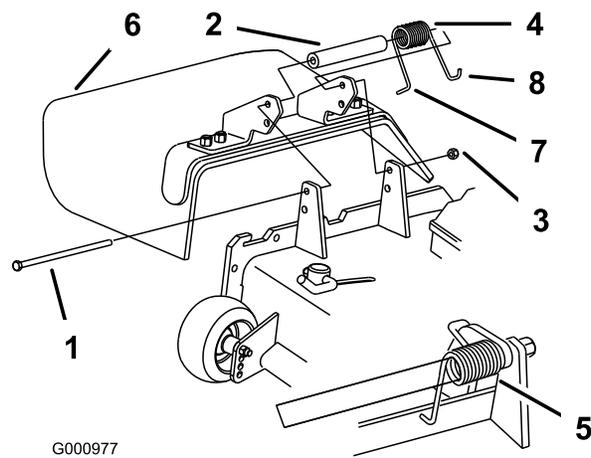

Figure 37
1. Retirez le contre-écrou, le boulon, le ressort et l'entretoise qui fixent le déflecteur aux supports de pivot (Figure 37). Déposez le déflecteur d'herbe s'il est endommagé ou usé.
Remarque: Prenez soin de placer l'extrémité en L du ressort derrière le bord de l'unité de coupe avant de mettre le boulon en place, comme montré à la Figure 37.
3. Remettez le boulon et l'écrou en place. Accrochez l'extrémité en J du ressort au déflecteur d'herbe (Figure 37).